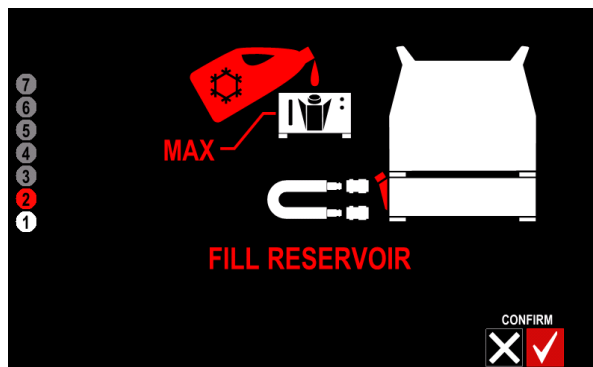

Bild 15
- Fyll kylvätskebehållaren till max. nivån - 4,5 liter - (bild 15 eller 23).